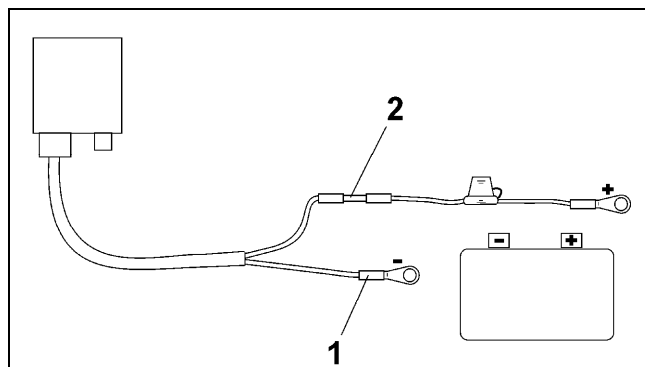

Fig. 4
- Sett inn den blå kabellederen (jord) i den løse ringtungen (Fig. 4/1).
- Sett inn den brune kabellederen (+ 12 volt) i en ledig ende av buttskjøten (Fig. 4/2).
- Krymp buttskjøten (Fig. 4/2) med en varmekilde (brenner eller varmluftpistol) inntil limet kommer ut.